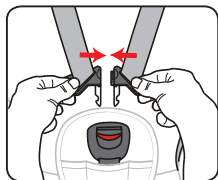

Fig. 1
Paso 1. Desenganche la hebilla (imagen 1) y afloje al máximo los tirantes.